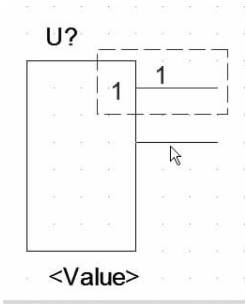

图 2-18 放置引脚
5. 单击  按钮，完成参数设置，光标上附有一个引脚符号，移动该引脚到矩形边框处，单击左键完成放置，继续显示引脚符号，可继续单击放置，如图 2-18 所示。